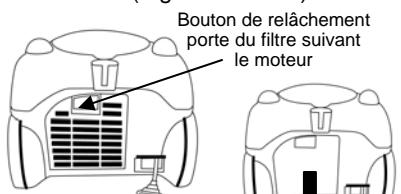

Fig. 19
1. Appuyez sur la porte du bouton de relâchement du filtre suivant le moteur et enlevez la porte du filtre suivant le moteur. (Figure 19 et 20)